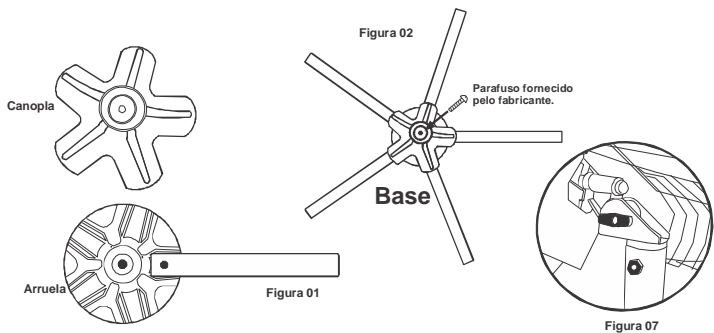

Figura 02
- 2 - Coloque a Canopla sobre os tubos com o pino de guia, inserindo dentro dos furos do tubo (Figura 02).
- 3 - Coloque o parafuso e aperte bem (Figura 02).